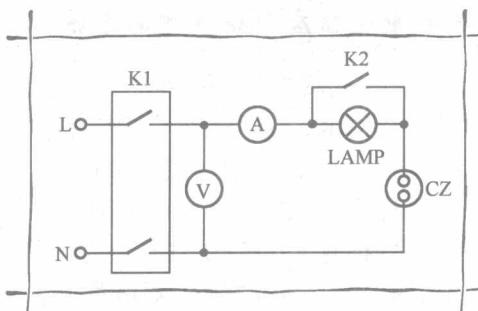

图 1-1-6 电磁炉维修专用电源插座电路原理图
电磁炉维修专用电源插座电路原理图如图 1-1-6 所示。
① 摘除佩戴的金属项链等装饰物，以防止这些物品碰触到电路板上，否则不仅会对人身安全造成危害，而且可能将元器件短路，造成电路、元器件的损坏。
② 带电操作、检修时，最好能够戴上耐压达到 500V 的轻薄的绝缘手套，这样既安全，又不会给操作检修带来不方便。如果没有合适的绝缘手套，可以用塑料方便袋等绝缘物品把不需要检查的地方临时遮盖起来，以保证安全。另外，即使戴轻薄的线手套，也比什么都不戴强。
③ 最好将电磁炉经过隔离变压器进行通电检修，这是最为可靠的办法。但如果没大功率的隔离变压器，又想安全地带电测量到有关点的电压值，就可以将电磁炉接入维修专用电源插座（见本章第一节的介绍）。当要测量有关点的电压时，将开关断开（图 1-1-6 中的 K2），把白炽灯串入主电路，这样对电磁炉的功率元器件的安全比较有保障，但还不能完全保证人身的安全，检修人员还要倍加小心。